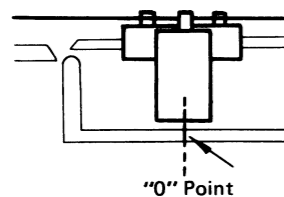

Figure 9-5
- Turn the tuning control shaft fully counterclockwise and fix its pointer to "0" point as shown in Figure 9-5.
- Die Abstimmstellerachse bis zum Anschlag entgegen dem Uhrzeigersinn drehen und den Skalenzeiger gemäß der Abbildung 9-5 am "0"-Punkt befestigen.
- Tourner complètement l'arbre de commande d'accord dans le sens contraire à celui des aiguilles d'une montre et fixer son aiguille au point "0" comme indiqué dans la Figure 9-5.